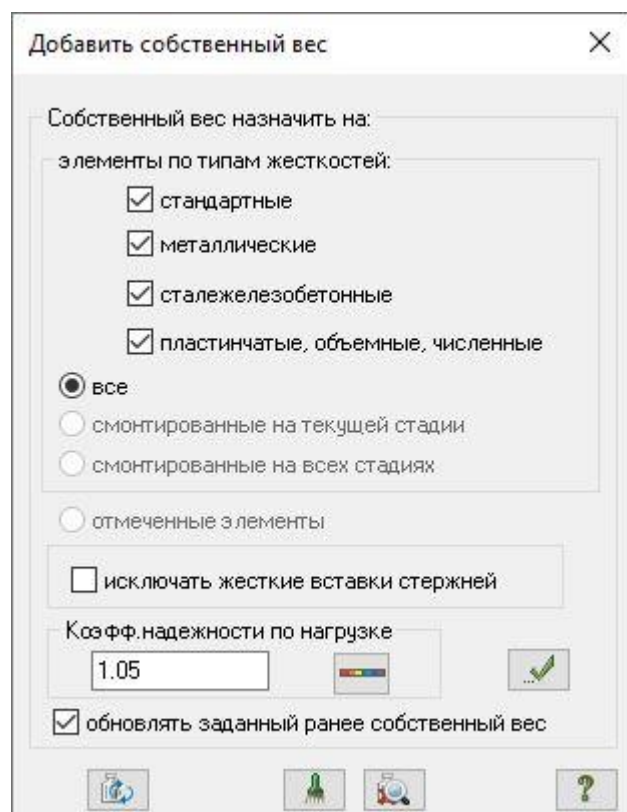

Рис.5.17. Диалоговое окно **Добавить собственный вес**
- Вызовите диалоговое окно **Добавить собственный вес** (рис.5.17) щелчком по кнопке  – **Добавить собственный вес** (панель **Нагрузки** на вкладке **Создание и редактирование**).